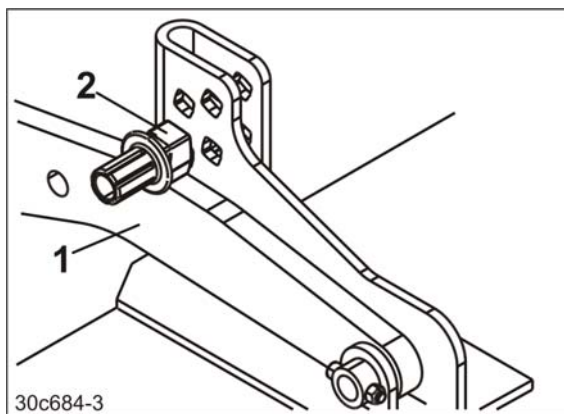

Fig. 116
- Brațele portante (Fig. 116/1) se sprijină de bolțul de reglare a adâncimii (Fig. 116/2).
7. Verificați dacă ambele brațe portante (Fig. 116/1) sunt alăturate la bolțul de reglare adâncime.